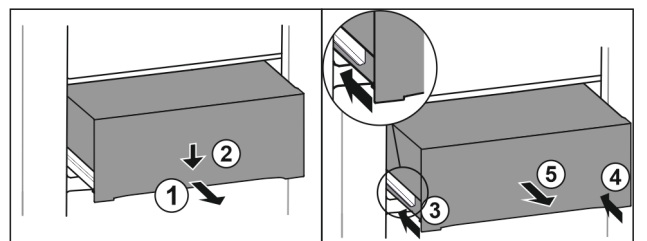

Fig. 112
- ▶ Lade er half uittrekken. Fig. 112 (1)
- ▶ Schuiflade aan de voorzijde omlaag drukken. Fig. 112 (2)
- ▶ Linker rail ca. 2 cm inschuiven. Fig. 112 (3)
- ▶ Rechter rail ca. 2 cm inschuiven. Fig. 112 (4)
- ▶ Lade naar voren toe verwijderen. Fig. 112 (5)